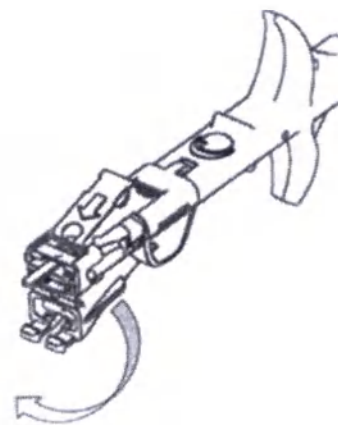

Рис. 4
6. Осторожно освободите форсунку картриджа от крючка. Убедитесь, что кончик форсунки не поврежден. Заворачивайте форсунку картриджа вверх на 180 градусов, пока она не встанет на свое место, как показано на Рис. 4.